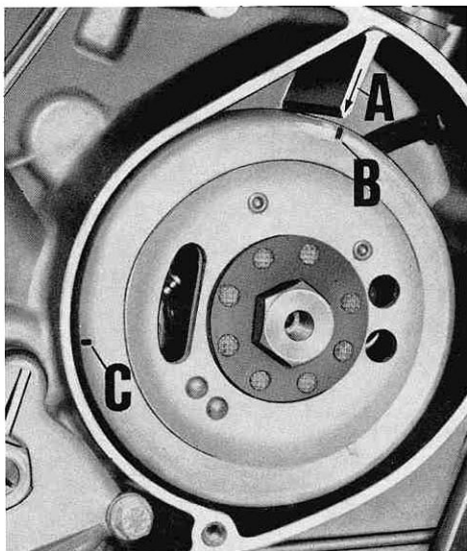
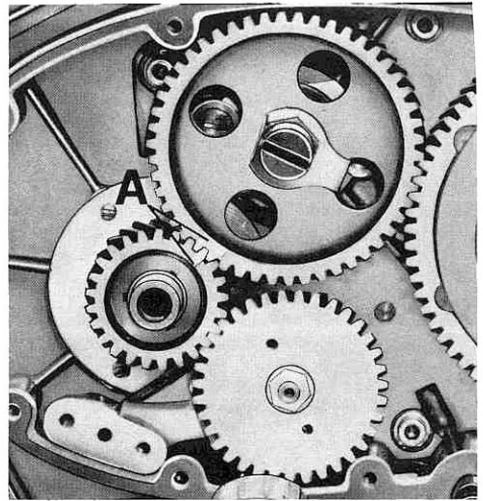

Fig. 54
Fig. 55
- ruotare il volano magnete quel tanto da portare la freccia (A) stampigliata sulla periferia del volano in corrispondenza della freccia (B) stampigliata sul basamento motore (vedere fig. 54).
- tracciare sulla periferia del volano il segno (C). Questo segno si trova partendo dalla freccia (A) in senso antiorario di mm $120 \div 122$;
- ruotare di nuovo il volano in senso orario quel tanto da portare il segno (C) in corrispondenza della freccia sul basamento motore (A); a questo punto la valvola di scarico deve dare inizio all'apertura. Messo così a punto lo scarico anche l'aspirazione si trova in fase.
A questo punto (accertandosi che l'ingranaggio della distribuzione non ruoti in nessun senso), montare il pignone inserendo in una delle tre cave la chiavella montata sull'albero motore e segnare provvisoriamente i tre denti incastrati (vedere fig. 55) indi controllare la fase distribuzione; se con i segni sul volano "C e A" di fig. 54 in corrispondenza, i due denti dell'ingranaggio della distribuzione non fossero incastrati perfettamente sul dente del pignone motore (vedere fig. 55) occorrerà levare il pignone motore ed agire sulle altre due cave del pignone fino ad ottenere la perfetta fasatura, indi segnare i due denti dell'ingranaggio della distribuzione e il dente del pignone motore.